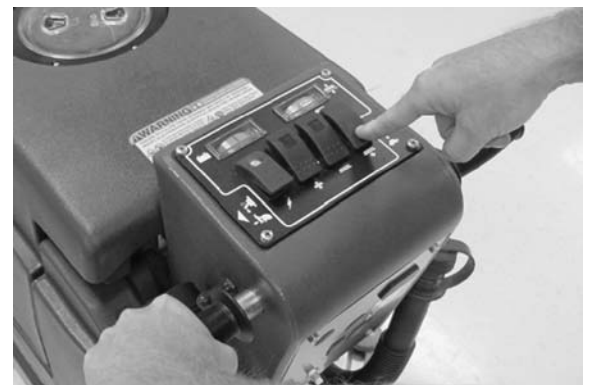

FIG. 16
4. Abaissez la tête de nettoyage sur le sol en appuyant sur la partie inférieure (+) du commutateur de pression de brossage (Figure 16).